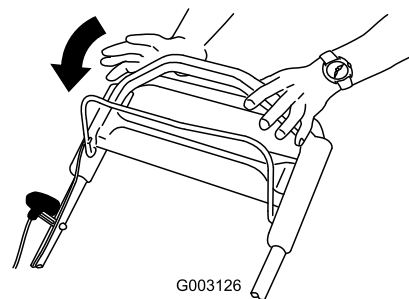

**Figura 17**
3. Sujete la barra de control de la cuchilla contra el manillar (Figura 17).